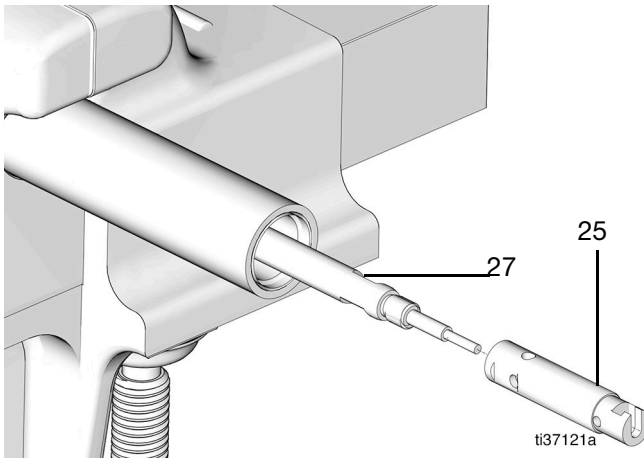
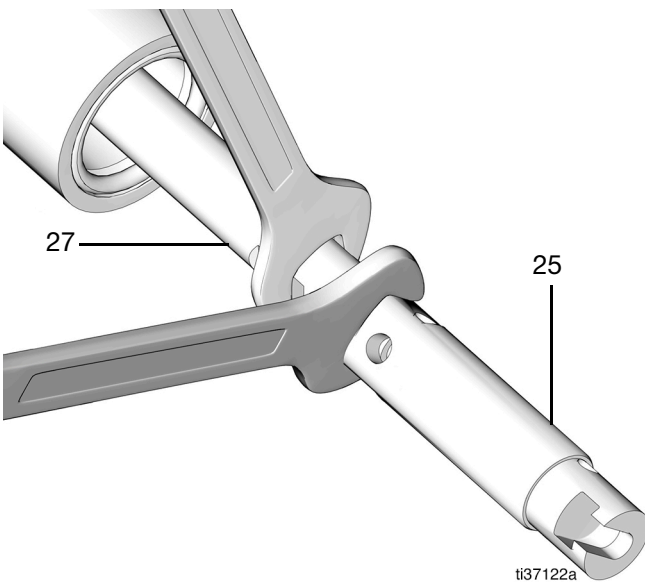

Рис. 57
Рис. 58
11. Нанесите резьбовую герметическую пасту средней фиксации на резьбы штока насоса (27).
12. Поместите поршень насоса (25) на конец штока насоса (27) и затяните с помощью гаечных ключей (момент затяжки: 13,6 Н•м, 10 фунт-футов) (Рис. 57 и Рис. 58).